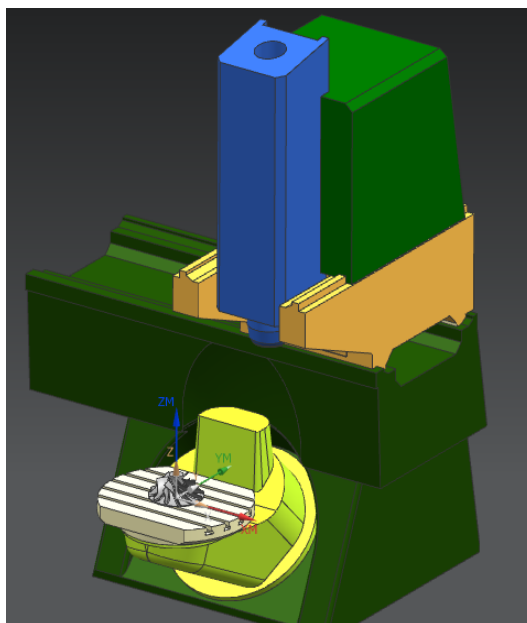

Рисунок 71 Вид станка с деталью
5. Нажмите «ОК». В графической области появится станок с установленной деталью по центру стола (рисунок 71). Еще раз нажмите «ОК» в самом первом диалоговом окне.